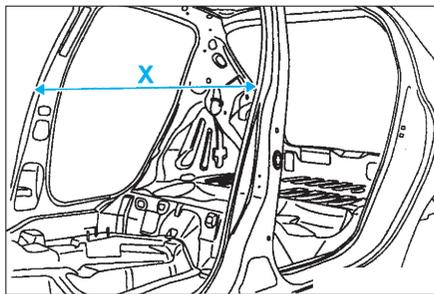

FIG. 77
• Contrôler le jeu $X = 1360 \pm 1$ mm (Fig.77).